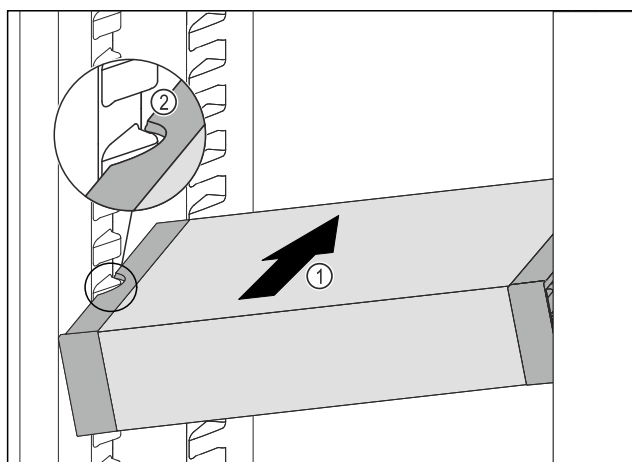

Fig. 142
- ▶ Вкарайте VarioSafe под ъгъл в хладилната част Fig. 142 (1), докато страничните прорези Fig. 142 (2) на VarioSafe се намират на височината на реброто на съда в хладилната част.